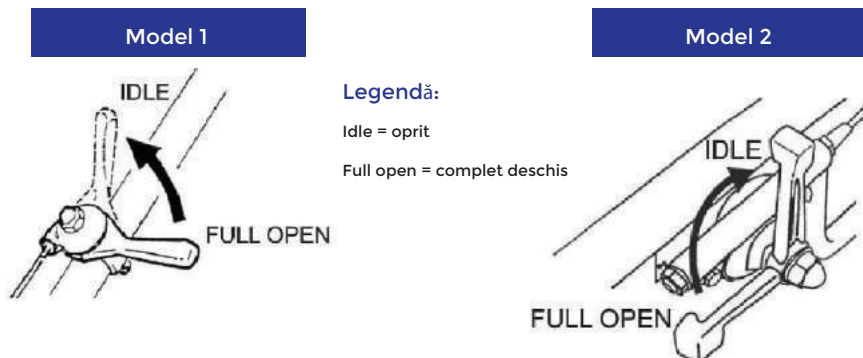

Figura 10. Maneta de Accelerație (Oprită)
1. Mișcați rapid maneta de accelerație din poziția FULL OPEN în poziția Close-Idle (Figura 10) și rulați motorul timp de trei minute la viteză scăzută. După ce se răcește motorul, rotiți întrerupătorul de pornire/oprire a motorului în poziția „STOP” (Figura 6) motorul se va opri complet.